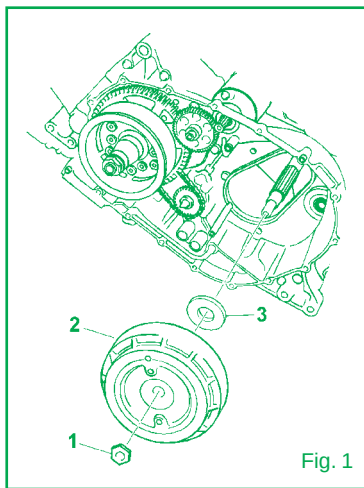

Fig. 1
6. Retirer l'écrou de l'ensemble embrayage (**Couple de serrage : 65 Nm**) (1).
7. Déposer l'ensemble embrayage (2) en faisant attention à la rondelle (3) (Fig. 1).